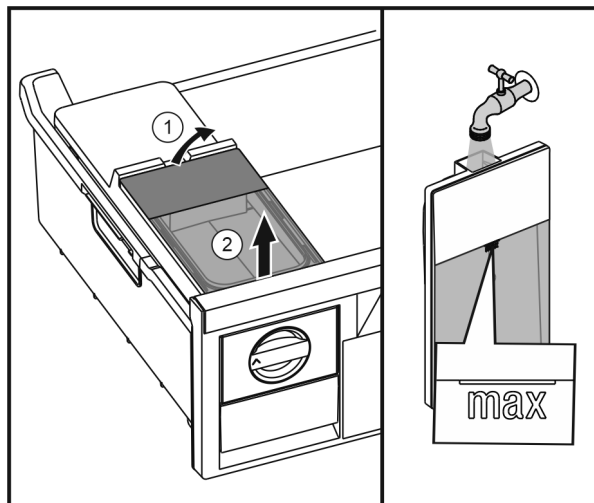

Fig. 32
- ▶ Sollevare il serbatoio dell'acqua da dietro Fig. 32 (1) e rimuoverlo sollevandolo Fig. 32 (2).